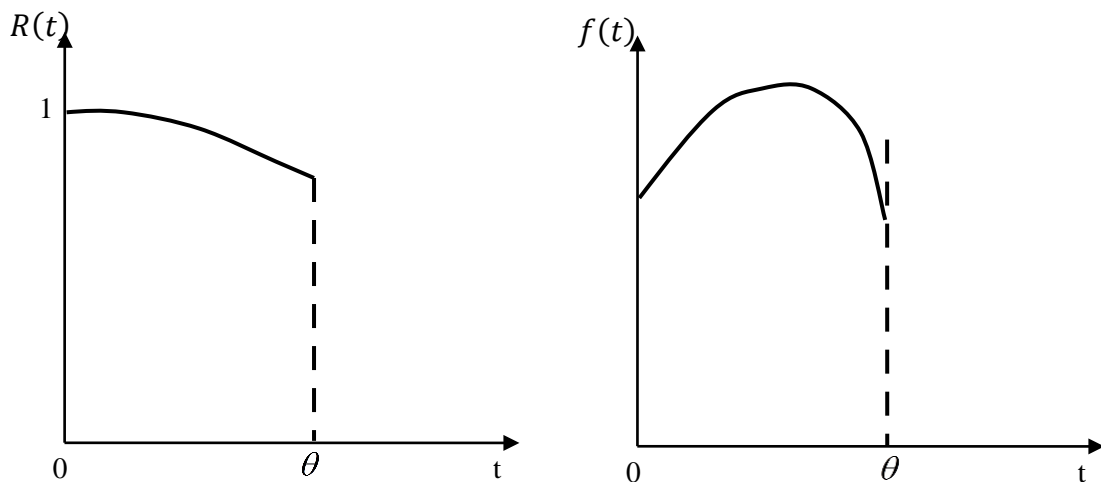

Figure 1.5 : Probabilité de survie et densité de probabilité de défaillance avec limite de fonctionnement.
1.4.2 Loi de probabilité de survie avec limite de fonctionnement (fig. 1.5)